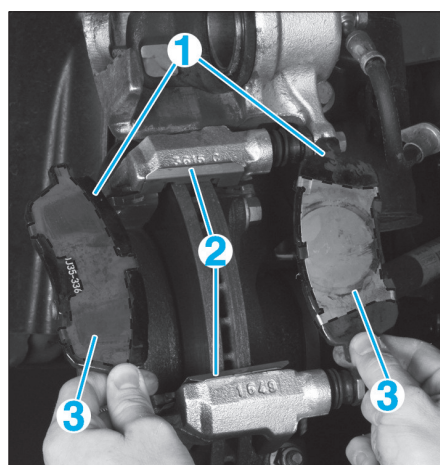

Fig. 4
- Déposer les plaquettes de frein (1) (Fig.4).
- Déposer les 2 agrafes de guidage (2).